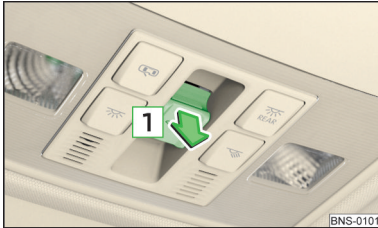

Abb. 68
- Die Zündung einschalten, den Schalter an der Aussparung in Pfeilrichtung **1** » Abb. 68 ganz nach unten ziehen und festhalten.